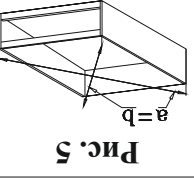

Рис. 5
5.6. Уложить корпус шкафа передней частью вниз на ровную поверхность и выровнять по диагонали. Закрепить задние стенки 11 на корпусе шкафа гвоздями г1 при помощи молотка, предварительно соединив стенки между собой планкой соединительной пс (рис.5).